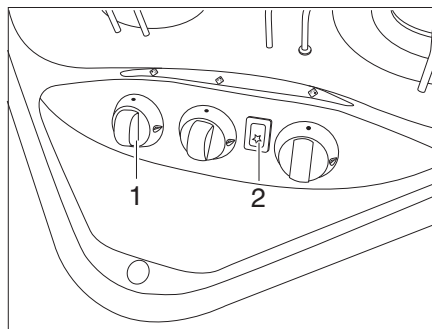
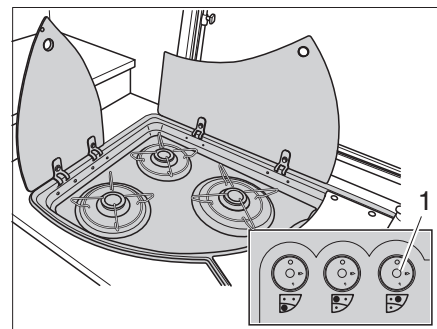

Bild 124 Reglage, knappar för gasspis
Bild 125 Alternativ: Reglage, knappar för gasspis
- Vrid vridregulatorn (Bild 124,1 eller Bild 125,1) till önskad låga till tändningsläge (stor låga).
- Om en tändknapp (Bild 124,2) finns tillgänglig: Skapa en gnista genom att trycka på tändknappen.